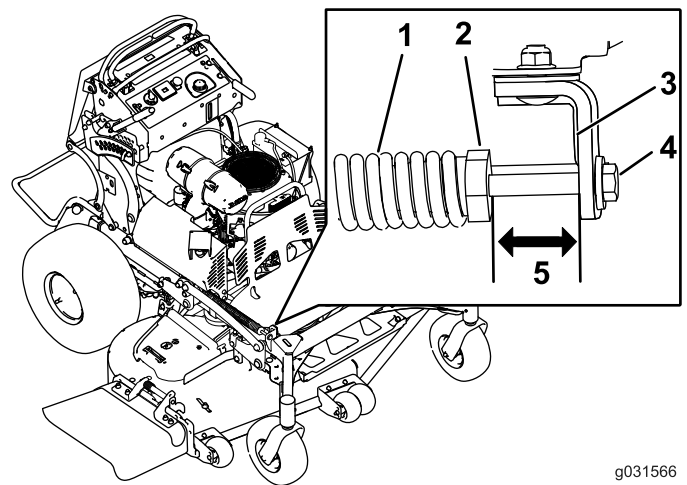

Figura 84
2. Compruebe la distancia entre la tuerca del muelle y el lado trasero del soporte de montaje soldado (Figura 84).
3. Asegúrese de que la longitud sea de 47 a 50 mm (1.8" a 2") (Figura 84).
4. Si es necesario, ajuste la distancia ajustando el perno situado en la parte delantera del soporte de montaje (Figura 84).